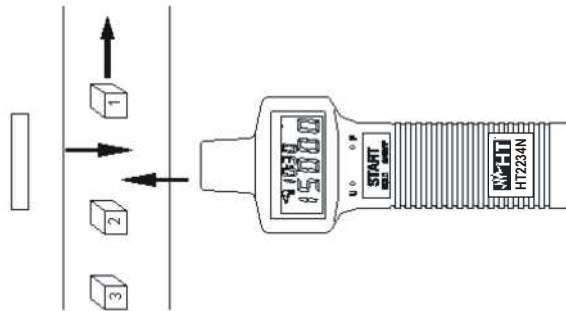

Abb. 6: Ereigniszähler mit Lichtquelle
1. Bringen Sie, wenn erforderlich, ein Stück reflektierendes Band an der externen Oberfläche an, die von der roten LED getroffen werden soll, und bringen Sie das Drehzahlmessgerät in Position, wie in Abb. 6 gezeigt.